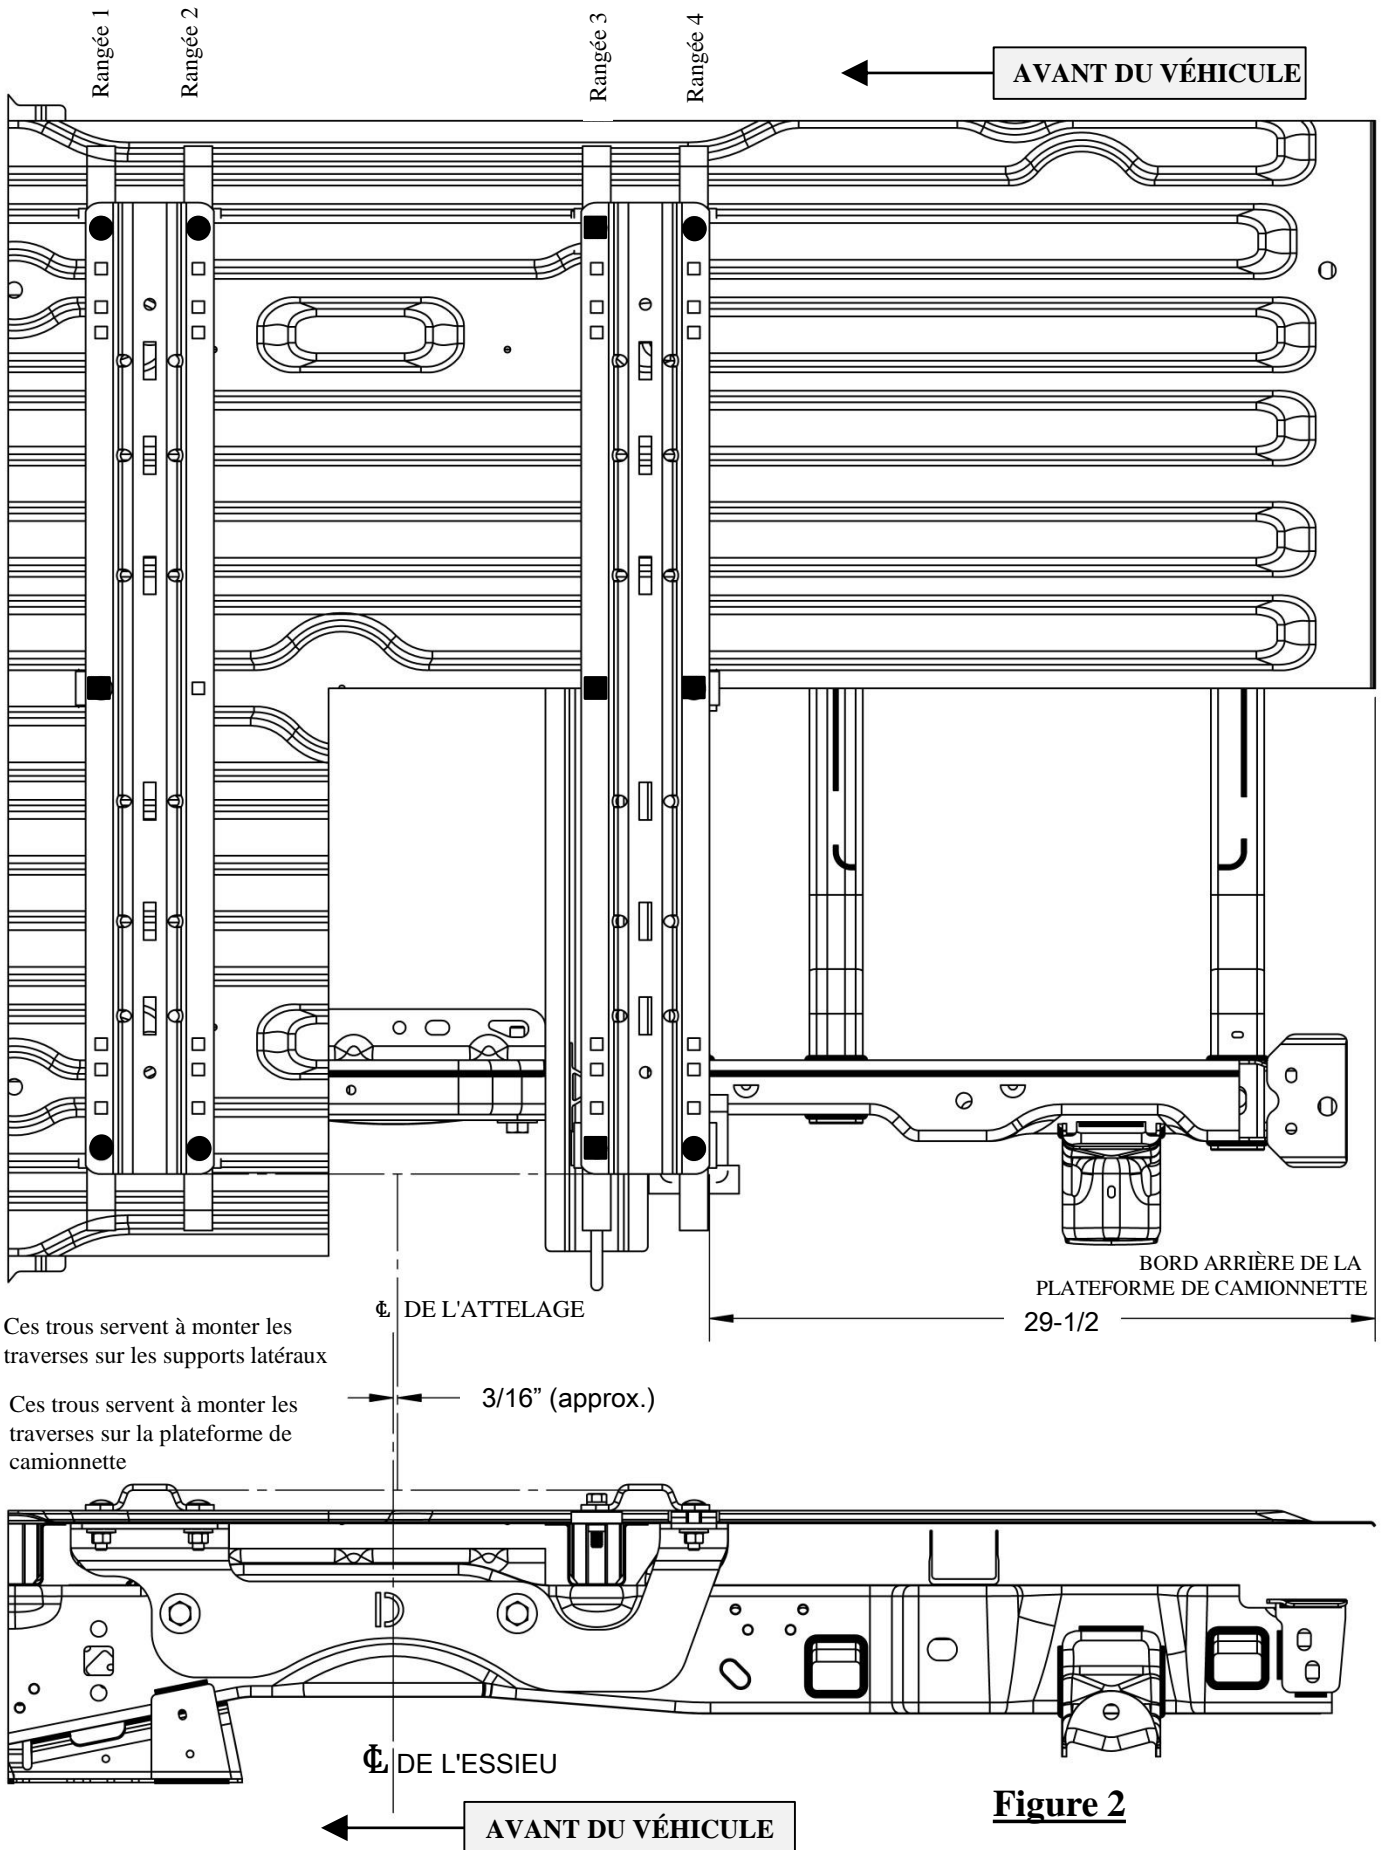

Figure 2
3. Marquer au pointeau les trous d'après les illustrations. Écarter la traverse et percer chaque marque à l'aide d'un foret 1/8 po. (Voir Figure 2)
12. Poser les boulons de fixation de la traverse arrière comme illustré à la figure (3). S'assurer que les pièces d'isolant galvanique (13) sont posées sur les espaceurs en U et les blocs espaceurs comme illustré. (Voir les figures 4 et 5). Poser les rondelles coniques 1/2 po (16) et les écrous hexagonaux (15) dans le bas du support de cadre (18) et (19), voir la figure 3, et serrez suffisamment pour empêcher la traverse de montage de bouger. Les boulons de la rangée 3 de la figure 2 utilisent des boulons hexagonaux 1/2-13 x 2 (1) dans le haut de la traverse, avec pièce d'isolant galvanique (13), bloc espaceur 1/2 x 1-1/2 x 2-1/4 (3) et écrou à levier (2). Pour le boulon central de la rangée 3, qui passe à travers la section traverse/seuil/profilé de la plateforme, acheminer le boulon de carrosserie 1/2-13 x 4-1/2 (21) à travers la traverse de montage et l'espaceur tubulaire (20), et le fixer avec un espaceur 1/4 x 1-1/2 x 3 (5), une rondelle conique 1/2 (16) et un écrou 1/2-13 (15). Pour le boulon de traverse central de la rangée 4 des boulons de fixation de la traverse de montage, acheminer un boulon de carrosserie 1/2-13 x 2 (17) à travers la traverse de montage et la plateforme, avec l'espaceur 1/2 x 1-1/2 x 2-1/4 (3) entre la traverse de montage et la plateforme. Puis fixer à l'aide d'un espaceur 1/4 x 1-1/2 x 3 (5), une rondelle conique 1/2 po (16) et un écrou 1/2-13 (15).